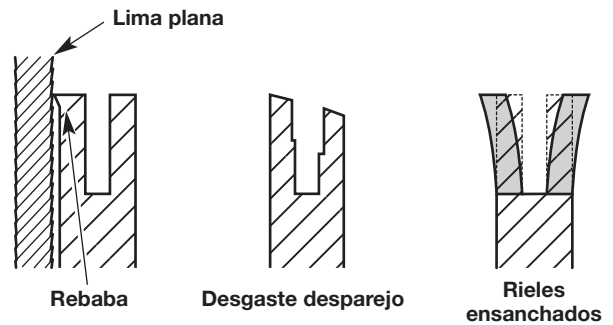

Fig. 39
3. Controle frecuentemente si hay daño en la barra de guía (Fig. 39). El biselado y desbarbado de los carriles de la barra de guía (los rebordes a ambos lados de la canaleta de la barra) es un proceso normal del desgaste de la barra. Estas fallas deben corregirse con una lima tan pronto ocurren (Fig. 39). Una barra de guía con las fallas siguientes debe ser reemplazada: